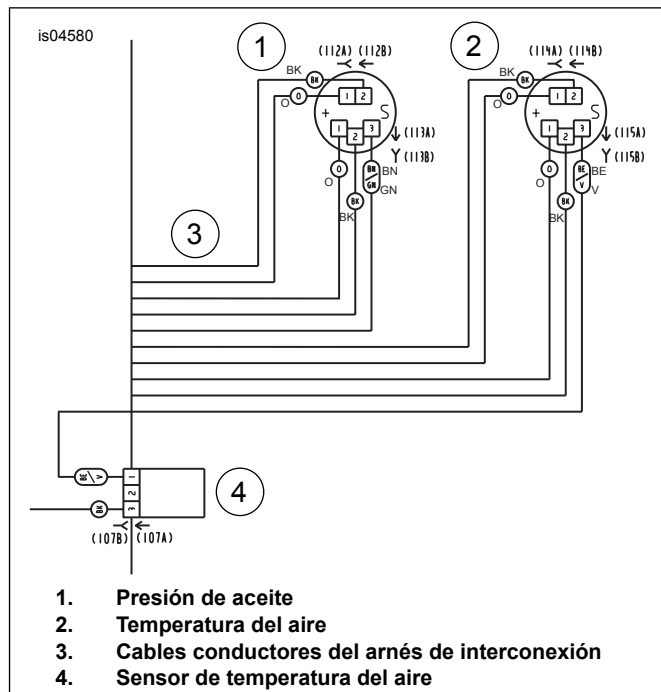

Figura 8. Esquema de cableado
7. Vea la Figura 8. Vea los colores de los cables en el esquema para localizar los conectores del arnés de cables de interconexión 112, 113, 114, 115 y 107. Acople los conectores del arnés de cables de interconexión a los indicadores y al sensor, como se muestra en el esquema.